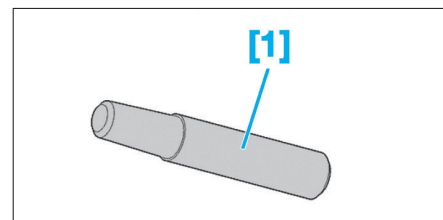

Fig. 32
- [1]. Pige pour la dépose de la poulie d'entraînement de pompe haute pression carburant (réf : 4222-T) (Fig.32).